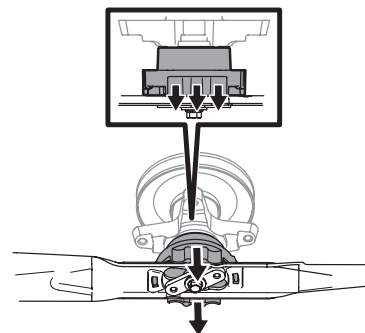

Figure 6
6. Vous entendrez un déclic lorsque la lame est bien installée. Voir Figure 6.